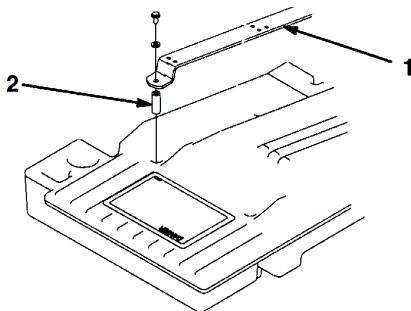

図3
1. 機体にシート・ストラップを固定しているネジ、ワッシャ、スペーサを外す (図3)。